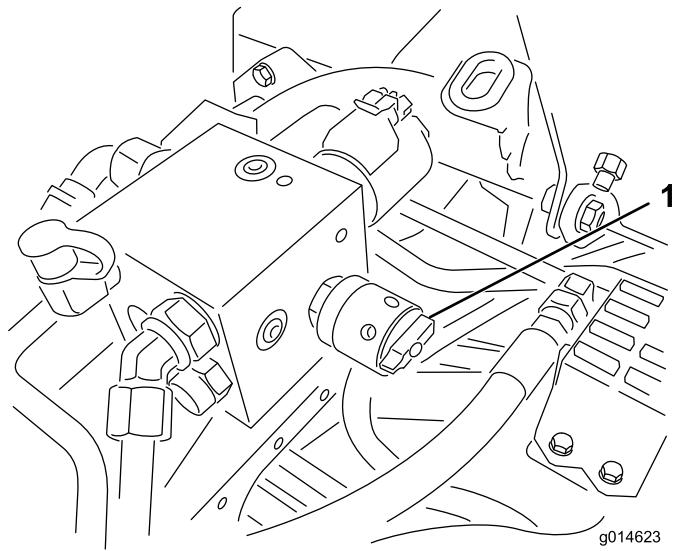

Figura 52
6. Girate il comando di velocità dei cilindri in posizione 1 (Figura 52).
4. Regolate la velocità dei cilindri ruotando la manopola (Figura 52) fino a quando le frecce degli indicatori non sono allineate con il numero determinato al passaggio 3.